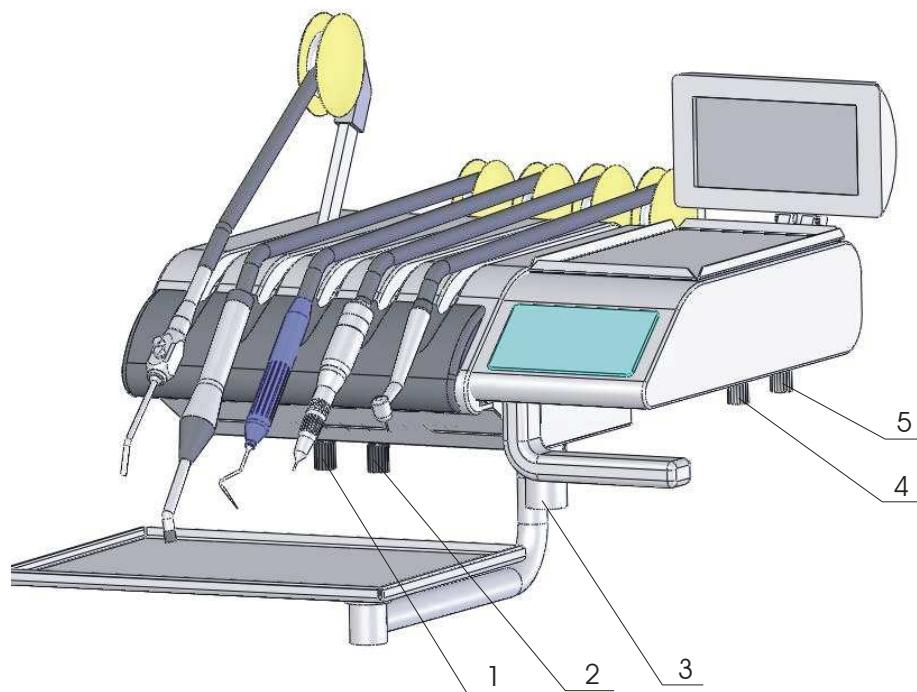

Рис. 4
**Регулировочные и управляющие элементы, размещенные на нижней стороне столика рис. 4**